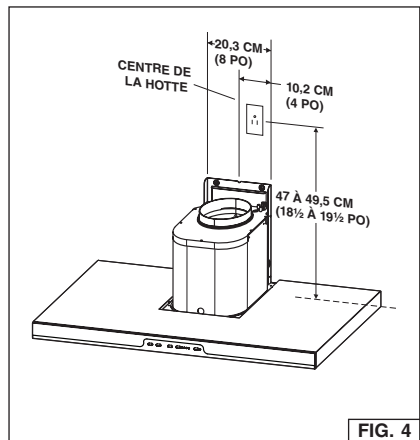

FIG. 4
2. Installez une boîte électrique standard de 5,1 x 10,2 (2 x 4 po) et une prise de courant à 3 broches, 125 volts, 15 ampères avec mise à la terre. Fig. 4.